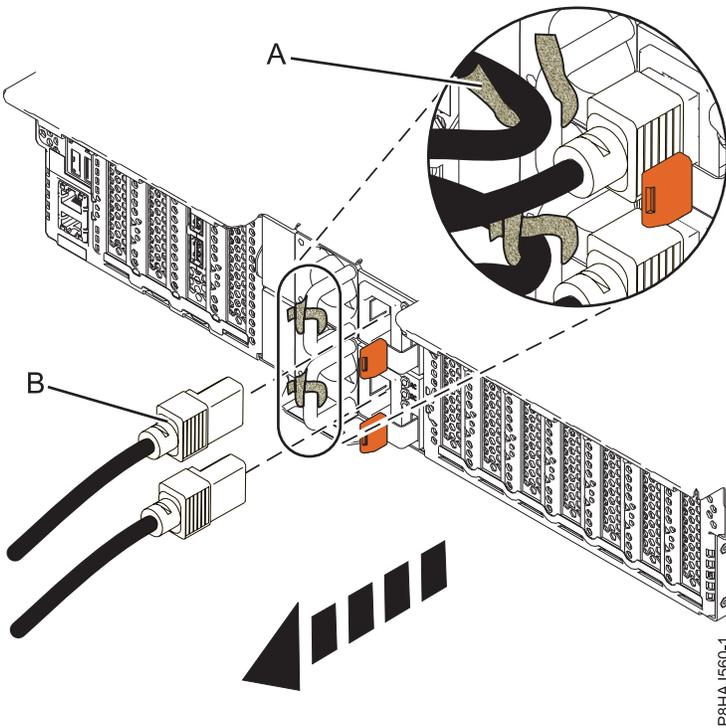
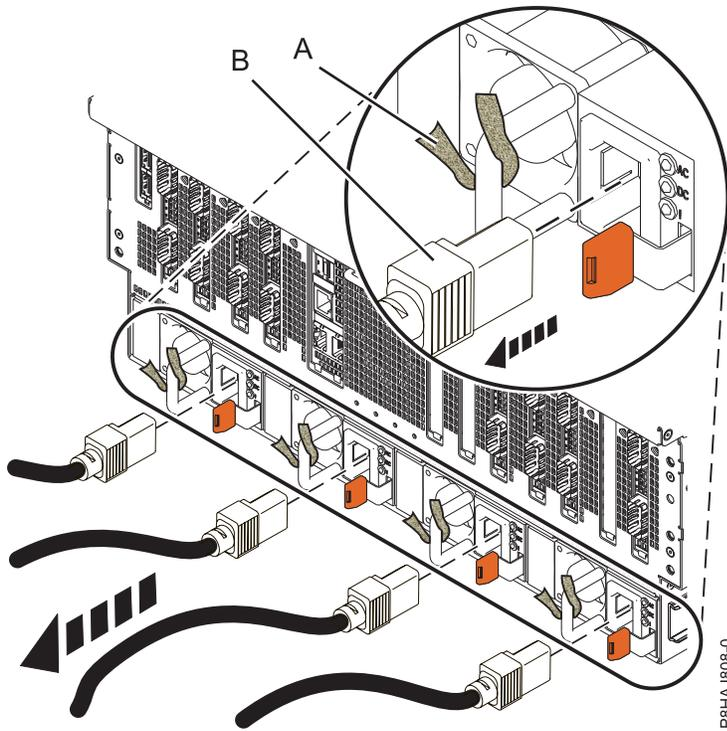

Abbildung 160. Netzkabel bei einem System vom Typ 5148-21L, 5148-22L, 8247-21L, 8247-22L, 8284-21A oder 8284-22A abziehen
Abbildung 161. Netzkabel bei einem System vom Typ 8408-44E oder 8408-E8E abziehen
3. Ziehen Sie die Netzkabel (**B**) von der Systemeinheit ab. Siehe Abbildung Abb. 159 auf Seite 206, Abb. 160 auf Seite 206 oder Abb. 161 auf Seite 207 (abhängig von Ihrem Systemtyp).
- Das Netzkabel ist mit dem Klettverschluss (A) am System befestigt. Wenn Sie das System nach dem Trennen der Netzkabel in die Serviceposition bringen, müssen Sie sicherstellen, dass der Klettverschluss geöffnet ist.